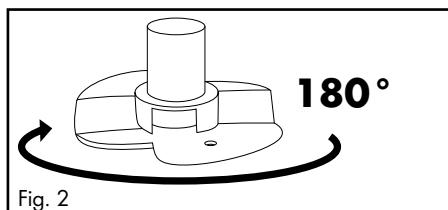
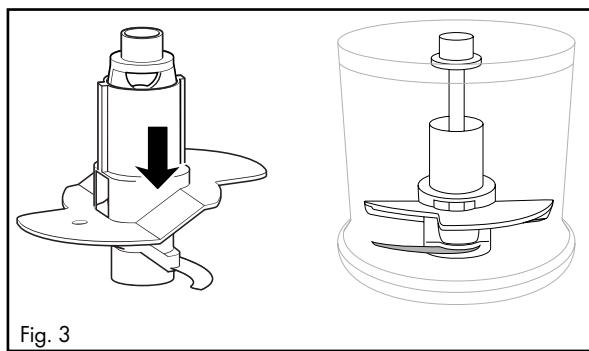

Fig. 2
Fig. 3
- Pentru 200 ml de frișcă rotați paletele 10 orizontal la 180° (fig. 2), astfel încât acestea să nu se mai sprijine decât pe un cușit 7 și să se fixeze (fig. 3). Astfel, acestea se vor ridica prin frișcă: